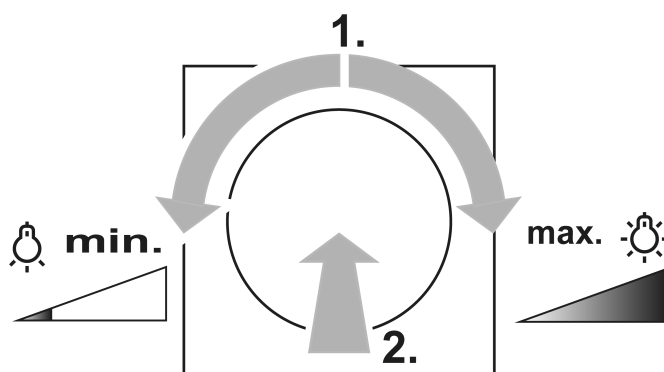

Figure 2: Allumer la lumière avec la luminosité minimale ou maximale
- Tourner le bouton de réglage d'un quart de tour, puis appuyer brièvement sur le bouton de réglage : la lumière s'allume avec la luminosité minimale ou maximale (voir figure 2).